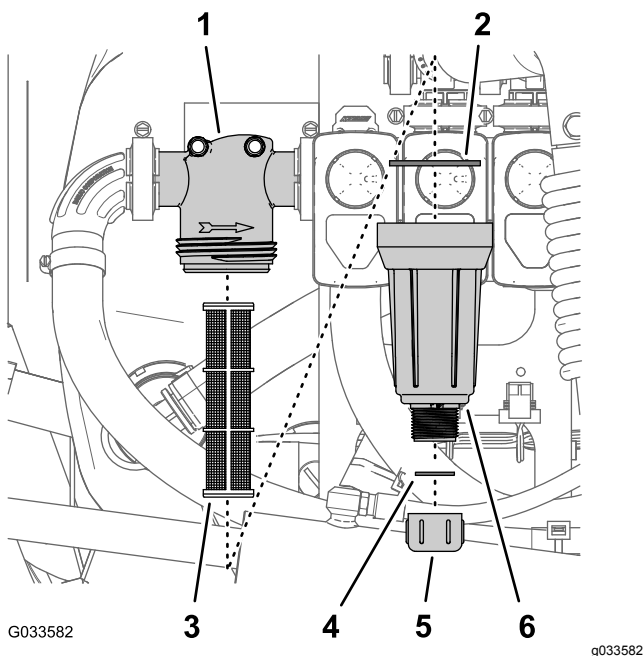

Figura 103
2. Allineate una bacinella di spurgo sotto il filtro della pressione (Figura 103).
3. Ruotate il tappo di spurgo in senso antiorario e rimuovetelo dal pozzetto del filtro della pressione (Figura 103).
4. Ruotate il pozzetto in senso antiorario e rimuovete la testa del filtro (Figura 103).
5. Togliete il vecchio elemento del filtro della pressione (Figura 103).
6. Controllate la guarnizione del tappo di spurgo (situato all'interno del pozzetto) e la guarnizione del pozzetto (situato all'interno della testa del filtro) per escludere danni e usura (Figura 103).
7. Montate il nuovo elemento del filtro della pressione sulla testa del filtro (Figura 103).
8. Montate il pozzetto sulla testa del filtro e serrate manualmente (Figura 103).
9. Montate il tappo di spurgo sul raccordo nella parte inferiore del pozzetto e serrate il tappo manualmente (Figura 103).